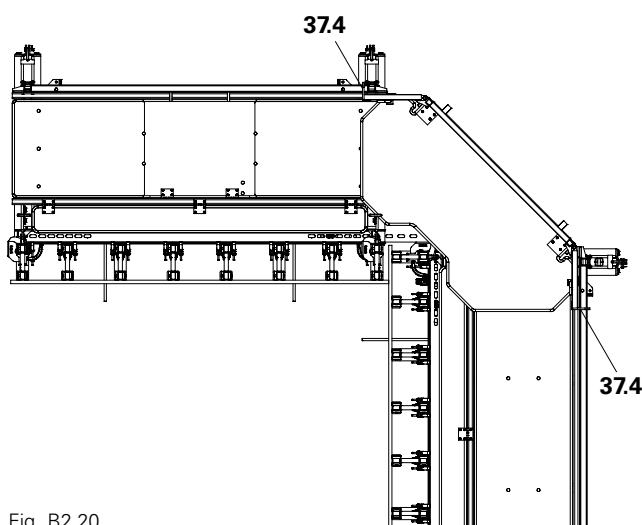

Fig. B2.20
3. Fissare alle piattaforme adiacenti su entrambi i lati con i ganci telescopici per parapetto (37.4). (Fig. B2.20)